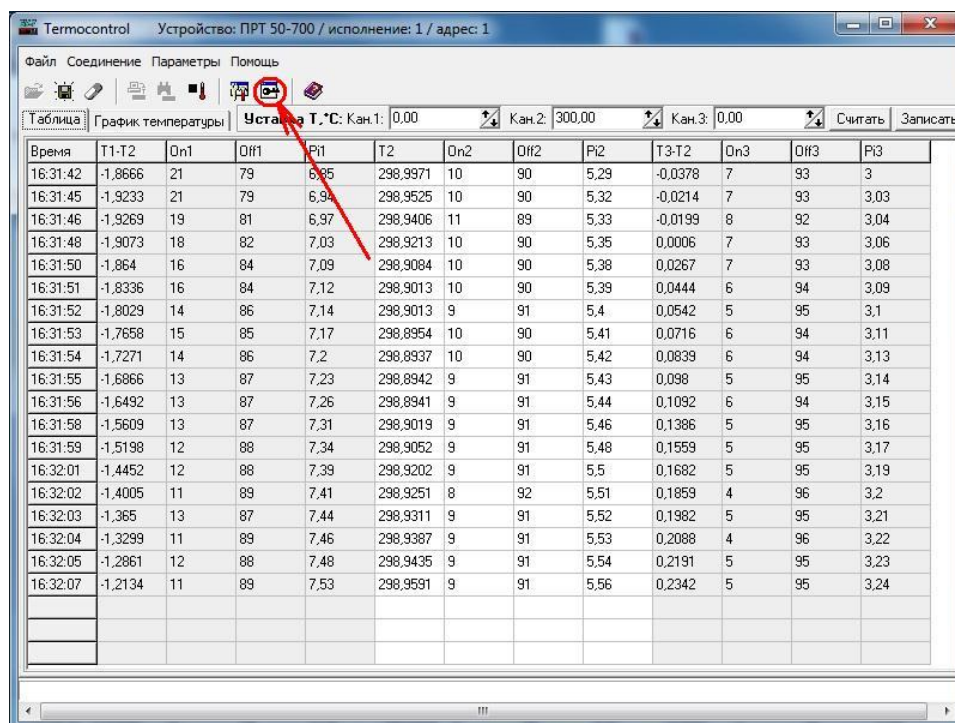
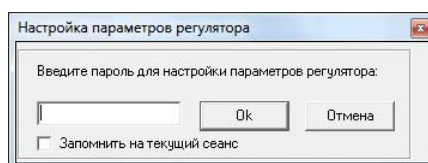
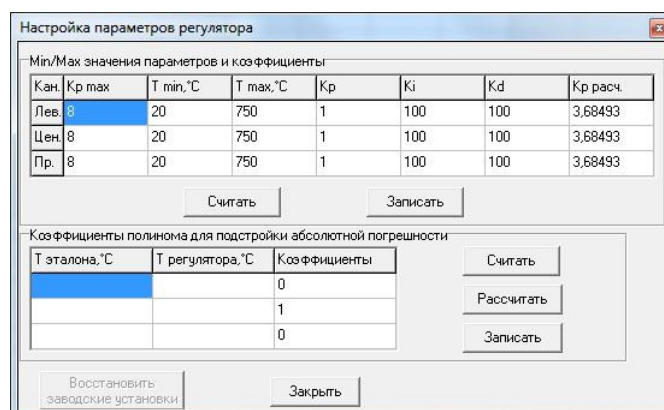

Рисунок 12 – Включение режима настройки печи ПРТ 50-700
Рисунок 13 – Ввод пароля для входа в режим настройки
Рисунок 14 – Режим настройки печи ПРТ 50-700
2.5.6.3.1 Для входа в режим настройки необходимо нажать кнопку "Открыть окно настроек устройства" (см. рисунок 12). После нажатия на эту кнопку появится окно для ввода пароля (см. рисунок 13). После ввода пароля на экране появится окно настройки печи ПРТ 50-700 (см. рисунок 14).